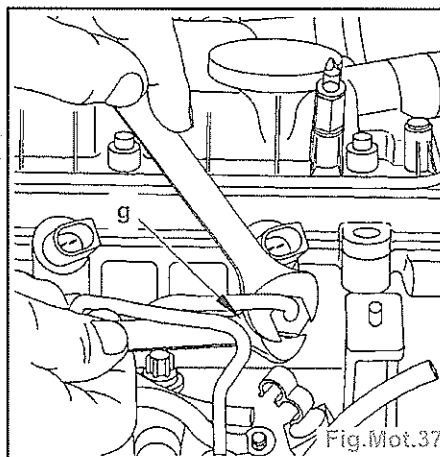

Fig.Mot.37
- Déposer le tube d'alimentation haute pression (7).
- Appliquer un contre-couple en (g) (Fig. Mot.37).